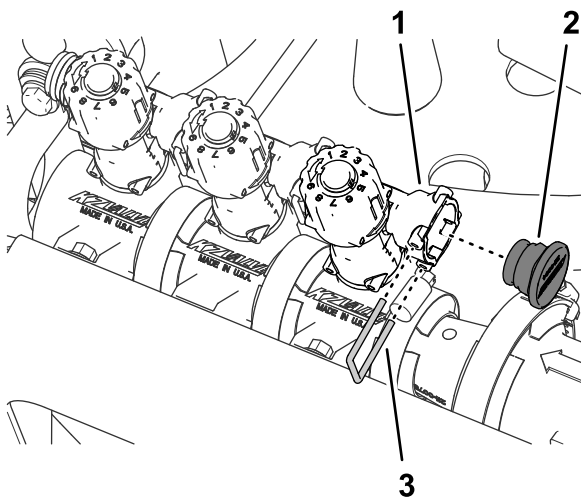

Рисунок 67
8. Установите заглушку в гнездо быстроразъемного соединителя перепускного клапана (Рисунок 67).
9. Закрепите заглушку на гнезде быстроразъемного соединителя с помощью держателя, снятого при выполнении пункта 3 (Рисунок 67).